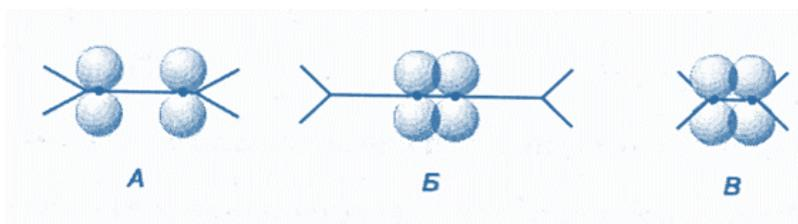

Рис.12.
6. Какая из схем (рис.12.) точнее передает образование π -связей в молекуле этилена? Объясните, почему.